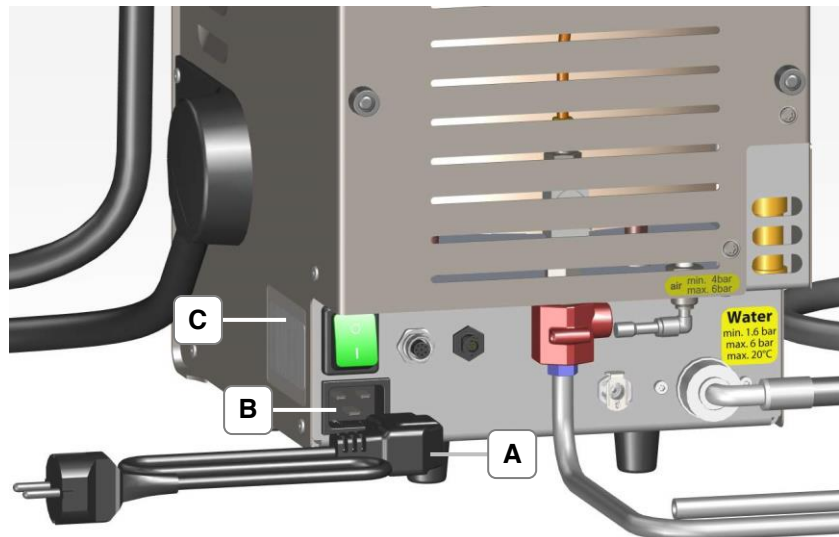

Bild 4.1.1.1: Netzkabel
1. Schließen Sie das Netzkabel (Bild 4.1.1.1-A) in den Anschluss (Bild 4.1.1.1-B) an.